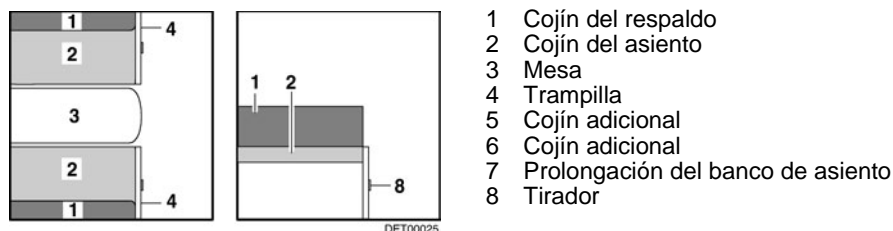

Fig. 75 Antes de ampliar
- Ampliar la mesa (Fig. 75,3) (véase apartado 7.7).
- Tirar del asidero (Fig. 75,8) y abrir la trampilla (Fig. 75,4).